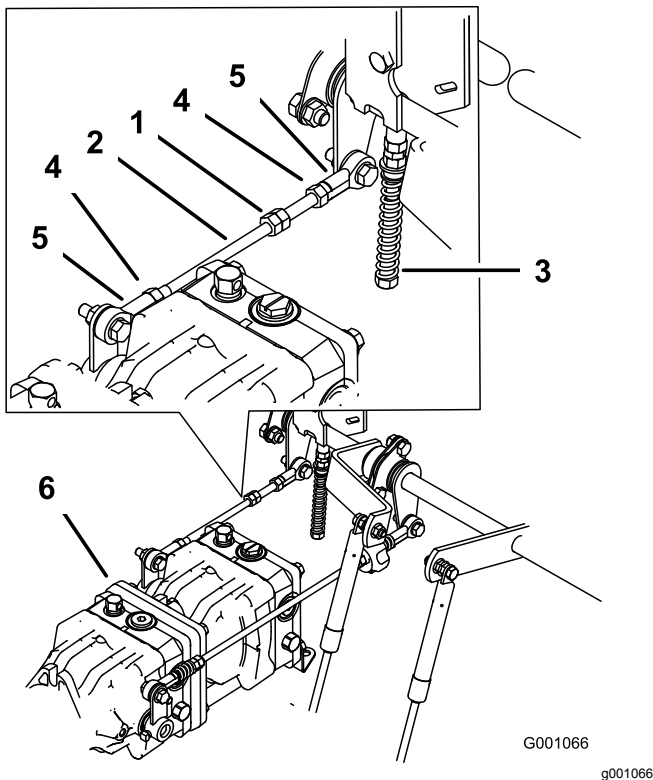

Figura 96
1. Desaperte as porcas de bloqueio nas rótulas na barra de controlo da bomba (Figura 96).
3. Ajuste o comprimento da barra da bomba rodando as porcas duplas na barra, na direção adequada, até que a roda fique parada ou a rodar ligeiramente para trás (Figura 96).
- Aperte as porcas de bloqueio nas rótulas (Figura 96).